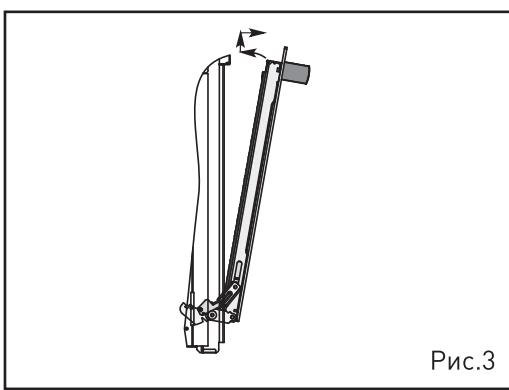

Рис.3
4. Возьмите дверцу за боковые стороны и потяните на себя и вверх, чтобы освободить нижние оси шарниров (Рис.3).
- При совместной установке варочной панели и электрошкафа необходимо учитывать выступание корпуса варочной панели из нижней части столешницы и верхней части корпуса электрошкафа. Их непосредственный контакт не допускается. Рекомендуемый воздушный зазор должен составлять не менее 25 мм. (Рис. 3).